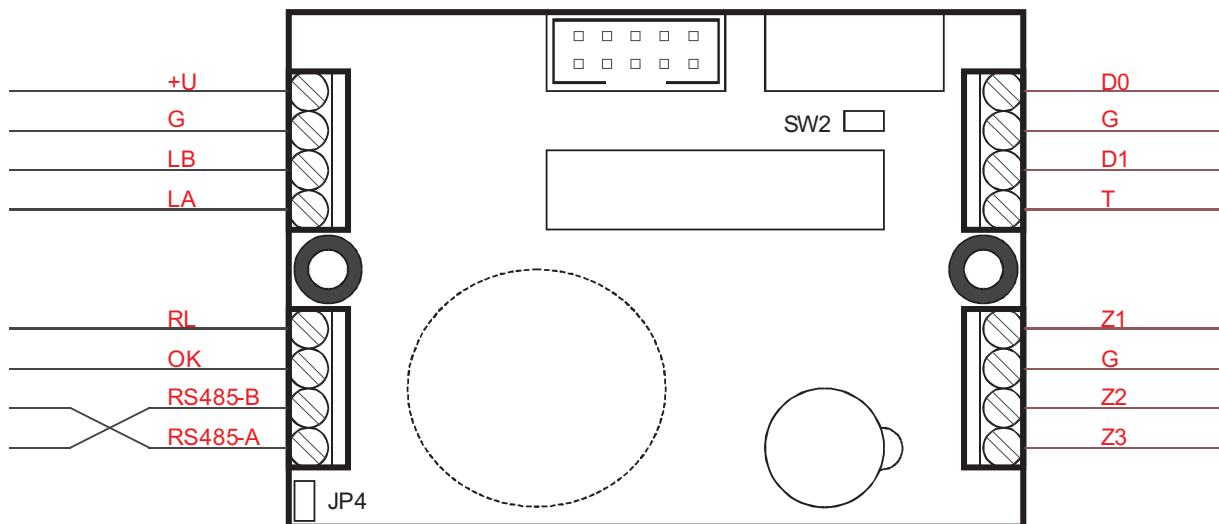

Рисунок 14. Расположение зажимов внутри корпуса прибора
2.5.1.4. Подключите охранные датчики. Неиспользуемые входы должны быть замкнуты перемычкой или запрограммированы как сигналы без передачи отчёта. Расположение зажимов для подключения датчиков, питания и линии связи приведено на рис. 14, назначение зажимов приведено в таблице 3.